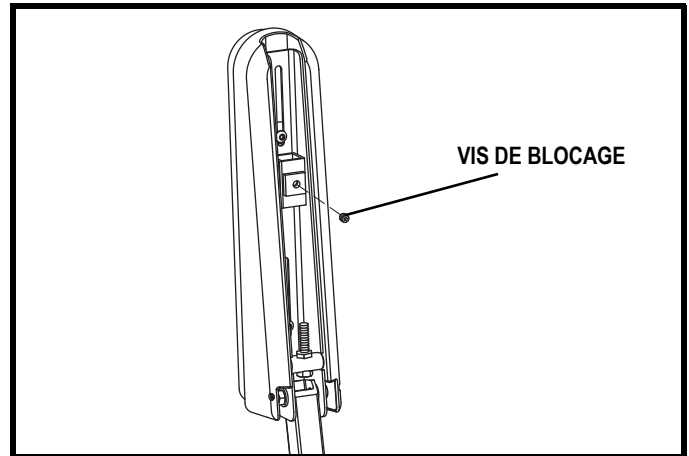

Figure 15. Dessous de l'accoudoir
4. Basculez le loquet du siège vers le haut. **Voir la figure 15.**
2. Desserrez la vis de réglage sous l'accoudoir. **Voir la figure 15.**